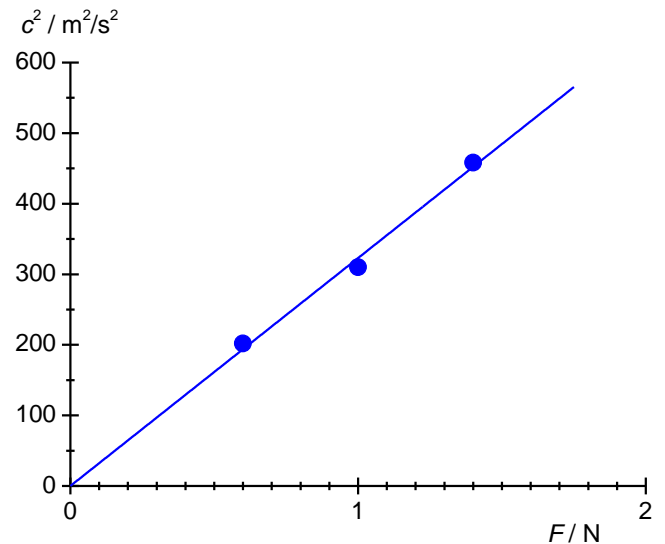

Fig. 8: Quadrado do comprimento de onda  $c^2$  das ondas sobre a corda em dependência de  $F$ .
- Calcular os quadrados das velocidades de onda  $c^2$ , anotar na Tab. 4, aplicar graficamente contra a força de tensão  $F$  e adaptar uma reta (Fig. 8).
- A partir da inclinação da reta conforme equação (8), determinar a densidade de peso  $\mu$  da corda por formação do valor inverso.